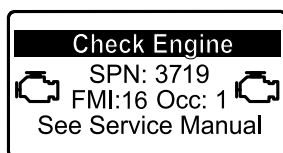

Рисунок 40
- Если необходима регенерация с парковкой, инфо-центр отображает предупреждение по двигателю SPN 3719, FMI 16 (Рисунок 40) и компьютер двигателя снижает его мощность до 85%.